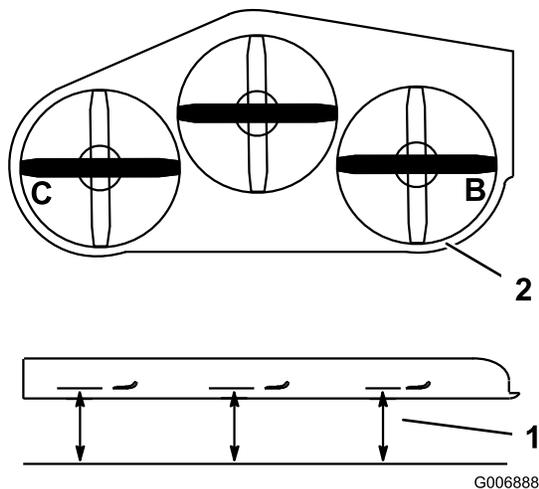

Figura 86
3. Coloque las cuchillas en posición lateral. Mida en las posiciones **B** y **C** desde una superficie nivelada hasta el filo de corte de los extremos de las cuchillas (Figura 86).